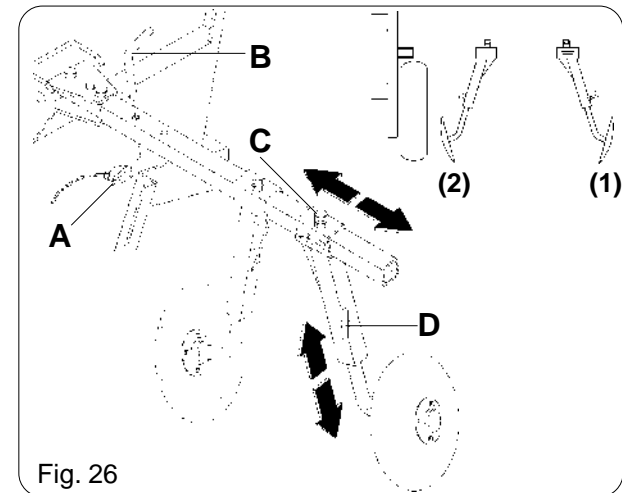

Fig. 26
b) Lower the row marker arm by rotating the left arm clockwise and the right arm counter-clockwise about 60° and lock it in position by placing the bolt (B) in the lower slot as shown in Figure 26.
2) Den Spurreisserarm absenken, indem der linke Arm im Uhrzeigersinn und der rechte Arm gegen den Uhrzeigersinn um ca. 60° gedreht wird; dann den Arm wieder mit dem Riegel (B) in der unteren Bohrung blockieren, wie auf Abbildung 26 dargestellt ist.
2) Abaisser le bras traceur en faisant tourner le bras gauche dans le sens des aiguilles d'une montre et le bras droit dans le sens contraire des aiguilles d'une montre environ de 60°; ensuite, insérer le verrou (B) dans le trou inférieur (cf. Fig. 26) afin de bloquer le bras. Le bras traceur peut être équipé d'un dispositif de sécurité pour éviter d'endommager la structure du bras en cas de choc contre des obstacles. Pour ce faire, retirer la vis M12 (E) et monter une vis M5 (F) (cf. Fig. 27).
- allentare i bulloni (C, D Fig. 26).
- bloccare i bulloni (C, D Fig. 26).
- Loosen the bolt (Fig. 26 C, D).
- Tighten the bolt (Fig. 26 C, D).
- die Mutterschraube (C, D Abb. 26) lösen.
- die Mutterschraube (C, D Abb. 26) sperren.
- desserrer le boulon (C, D Fig. 26)
- bloquer le boulon (C, D Fig. 26)
- aflojar el perno (C, D Fig. 26);
- bloquear el perno (C, D Fig. 26).
Remember that for very low L values (distance between the external-most piece and the row marker) the arm may be inverted from position (1) to position (2) as shown in Figure 26.
Es ist wichtig zu beachten, daß bei einem sehr niedrigen Wert L (Abstand zwischen letztem äusserem Element und Spurreisser) die Möglichkeit besteht, den verschiebbaren Arm aus der Position (1) in die Position (2) zu verstellen (siehe Abbildung 26).
Se rappeler que pour des valeurs très basses de L (distance entre le dernier élément extérieur et le disque à tracer), il est possible de porter le bras à coulisse de la position 1 à la position 2 (cf. Fig.26).